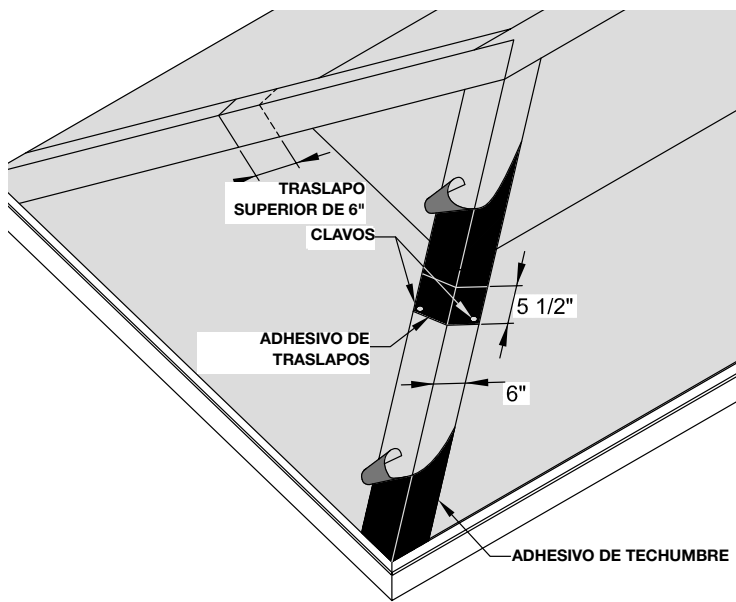

Figura 2 - Limatesas y cumbres: instalación con sujetadores ocultos
- Continúe hasta llegar al final de la limatesa o cumbre **(vea la Figura 2)**.